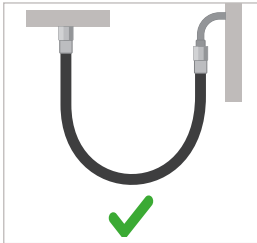
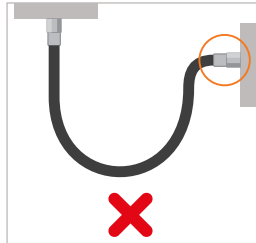

Abbildung 3
Abbildung 4
- ▶ Winkeln oder knicken Sie den Schlauch nicht über den zulässigen Biegeradius (siehe Kapitel 4. Technische Daten auf Seite 30) hinaus ab (Abbildung 3 und Abbildung 4).